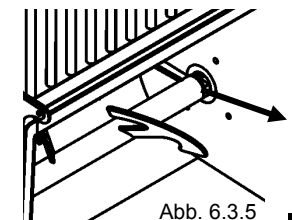

Abb. 6.3.5
- Achtung, die Schaufeln müssen entsprechend positioniert sein, um abgenommen werden zu können (Abb. 6.3.5)